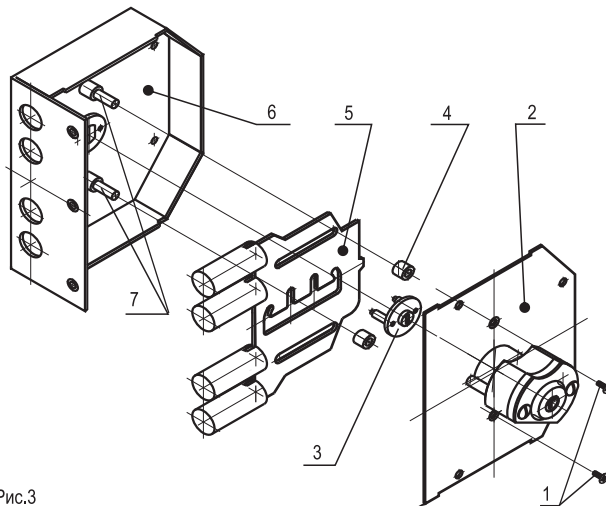

Рис.3
ТЕХНИЧЕСКОЕ ОБСЛУЖИВАНИЕ (см. рис. 3)
4. Разборка замка – в случае необходимости (см. рис. 3):